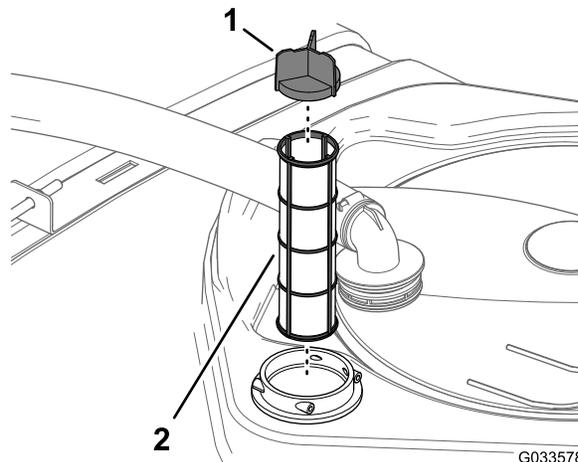

Figura 103
4. Retire el filtro de aspiración usado del alojamiento del filtro del depósito (Figura 103).